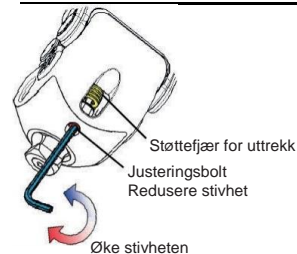

Fig. 10 Slik justerer du fjæren til forlengelseshjelpen
- Juster justeringsbolten vist i fig. 10 med en 2,5 mm sekskantnøkkel.